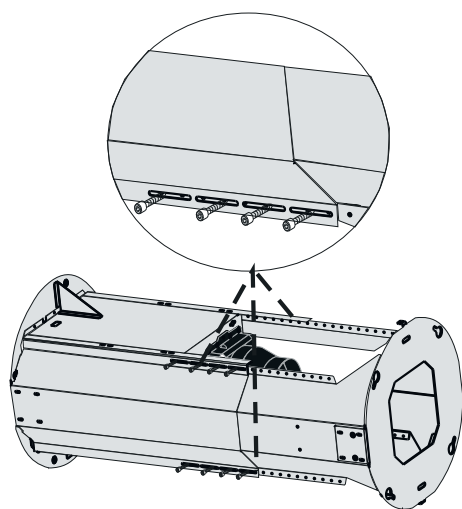

Fig. 13
2. ➤ Per regolare la distanza; togliere le viti indicate in (Fig. 13) e tirare il blocco motore composto da due blocchi verso l'interno o verso l'esterno per regolarlo fino alla misurazione corretta. Reinstallare le viti estratte nei fori adeguati.